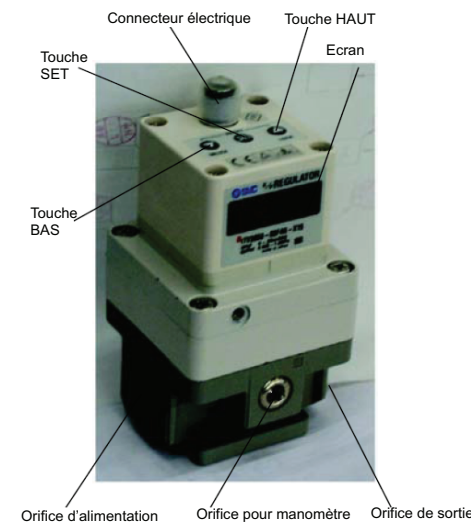

Fig. 6 - Éléments clés de l'ITV
- Pressez les touches Bas et Haut (Fig 6) ensemble durant plus de 3 secondes.